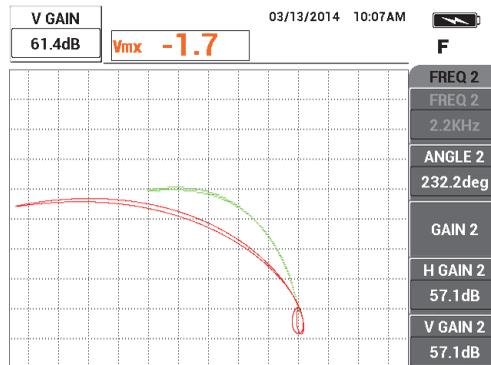

Рис. 5-124 Настройка вертикальной амплитуды сигнала частоты 1
14. Снова нажмите клавишу **GAIN (dB)** и увеличьте вертикальную амплитуду сигнала частоты 1 (зелен.) так, чтобы она находилась на 4 деления выше нулевой точки (см. Рис. 5-124 на стр. 228).